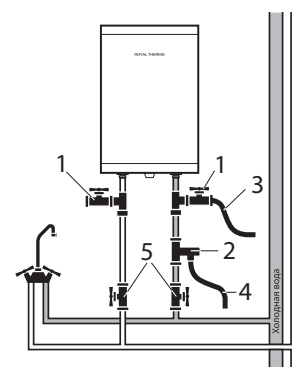

Рис. 4. Схема подключения к водопроводу моделей Novelty O
При подключении к системе водоснабжения необходимо предусмотреть и реализовать установку индивидуальных запорных вентилей (позиция № 5 на рис. 4 и 5) на линии подачи холодной воды в водонагреватель и на линии выхода горячей. Индивидуальные запорные вентили по линии горячей и холодной воды, должны быть в закрытом состоянии в период неиспользования водонагревателя, проведении профилактических и техно-логических работ на линии водоснабжения. Установка и правильное использование запорных вентилей является обязательным условием
при предоставлении гарантийного обслуживания, а так же залогом длительной и безаварийной работы водонагревателя. Для упрощения процесса слива воды из водонагревателя рекомендуется на входе и выходе воды из водонагревателя установить тройники (позиция 1 на рис. 4 и 5). Если ванная комната слишком мала для установки водонагревателя, он может быть установлен в любом другом помещении, защищенном от попадания прямых солнечных лучей и дождя. Однако для сокращения тепловых потерь в трубопроводе водонагреватель следует устанавливать как можно ближе к месту использования воды.
Во избежание протечек при подключении трубопровода на концы резьбовых соединений следует установить комплектные резиновые уплотнительные прокладки. Если необходимо реализовать систему водоснабжения на несколько водоразборных точек, используйте способ соединения (см. рис. 4 и 5).
Желательно установить водонагреватель как можно ближе к месту использования горячей воды, поскольку чем меньше длина труб, тем меньше потери тепла. Как показано на рис. 4 и 5.
13. Присоедините дренажный шланг (позиция 3 на рис. 4 и 5) к запорному крану на тройнике на входе холодной воды в водонагреватель и направьте его в канализацию, либо в место слива воды. Откройте запорный кран и дождитесь полного слива воды.